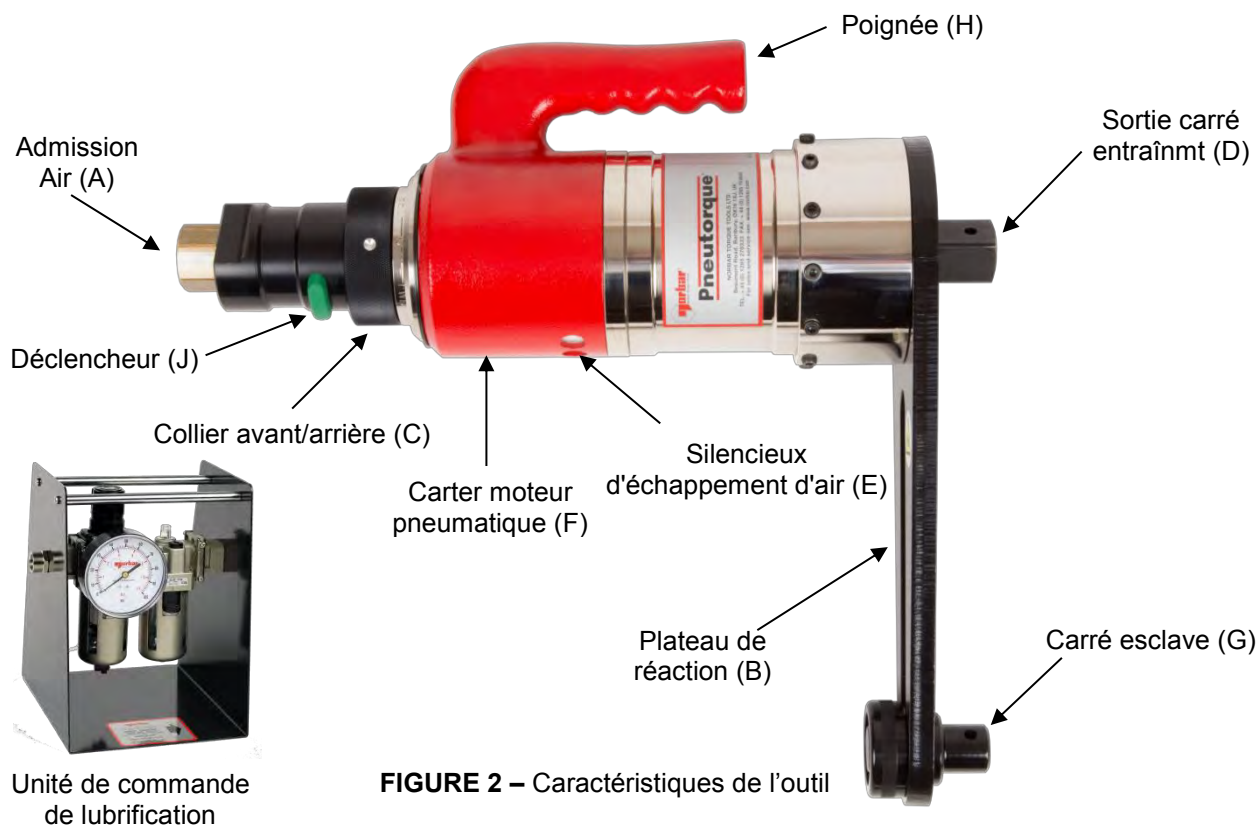

FIGURE 2 – Caractéristiques de l'outil
Ajustez la poignée de levage (si fournie) en haut du carter du moteur pneumatique ('F' de la figure 2.). Ajustez la position du manche pour tenir l'outil de façon pratique. Serrez les vis à tête creuse de façon sûre.
Ajustez le plateau de réaction ('B' de la figure 2) de l'outil en utilisant les boulons fournis et le couple selon la valeur spécifiée sur le bras de réaction. Si le couple n'est pas précisé, suivez le tableau suivant :
5. Appuyez et maintenez le déclencheur ('J' de la figure 2) et ajustez la pression de l'unité de commande de lubrification jusqu'au dessin correspondant sur la jauge.